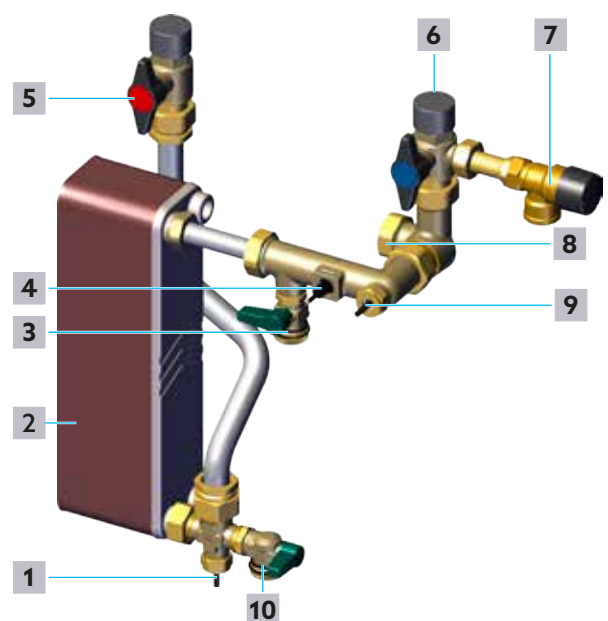

Abb. 4: Trinkwasserkreis
- 3 Schließen Sie langsam den Absperrkugelhahn Trinkwasser warm (siehe Position **5** in Abb. 4 auf Seite 6).
- 4 Schließen Sie langsam den Absperrkugelhahn Trinkwasser kalt (siehe Position **6** in Abb. 4 auf Seite 6).
- 5 Schrauben Sie die Verschlusskappe des KFE-Kugelhahns Trinkwasser warm ab (Position **10** in Abb. 4 auf Seite 6).
in Abb. 4 auf Seite 6).
- 7 Öffnen Sie den KFE-Kugelhahn Trinkwasser warm (siehe Position **10** in Abb. 4 auf Seite 6).
- 16 Schließen Sie den KFE-Kugelhahn Trinkwasser warm (siehe Position 10 in Abb. 4 auf Seite 6).
- 17 Öffnen Sie langsam den Absperrkugelhahn Trinkwasser kalt (siehe Position 6 in Abb. 4 auf Seite 6).
- 18 Öffnen Sie langsam den Absperrkugelhahn Trinkwasser warm (siehe Position 5 in Abb. 4 auf Seite 6).